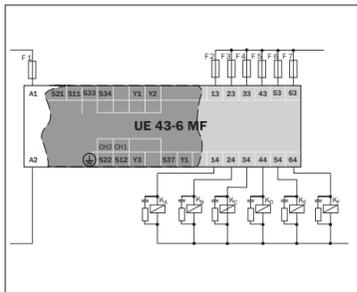

Abb. 2: Basisbeschaltung: Spannungsversorgung, 6-kanaliger Ausgangskreis (siehe *Technische Daten*)
- Um das Verschweißen der Kontakte der eingebauten Relais zu verhindern, ist eine Überstromschutzeinrichtung, Kurzschlusschutz (Betriebsklasse gG) nach der entsprechenden Gebrauchskategorie zu wählen und in die Freigabestrompfade einzubinden (siehe *Technische Daten* und *Abb. 2*. Sicherung F 2 / F 3 / F 4 / F 5 / F 6 / F 7).